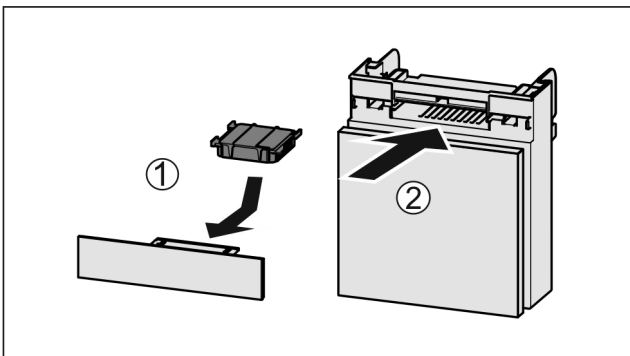

Fig. 129
- ▶ Установите фильтр с активированным углем, как показано на рисунке Fig. 129 (1).
- ▶ Вставьте отделение Fig. 129 (2).